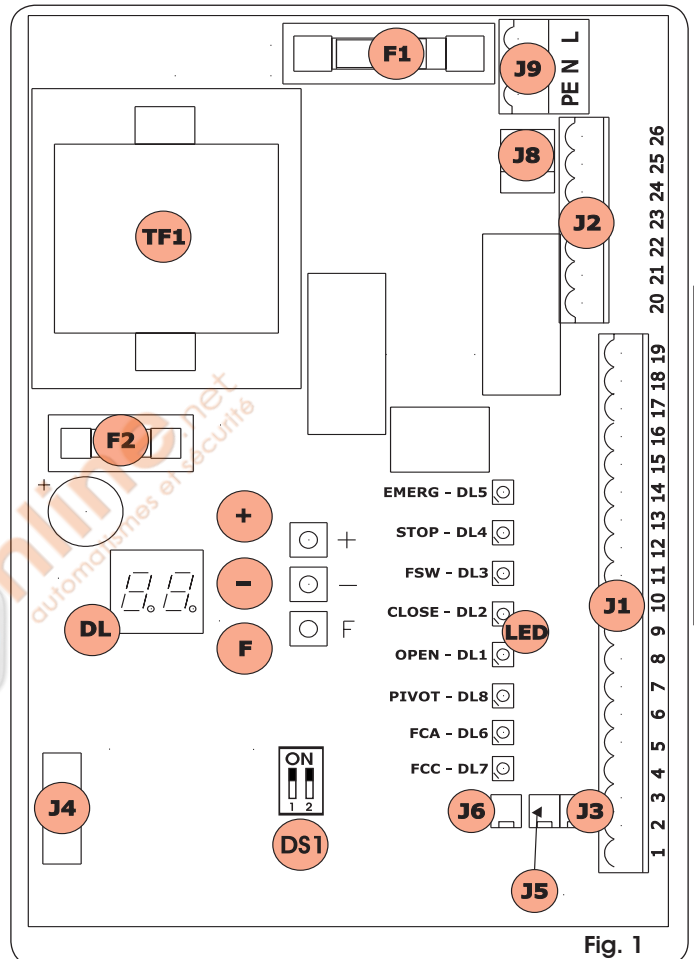

Fig. 1
4.9. SÉLECTEUR DE FRÉQUENCE DS1 (FIG. 1)